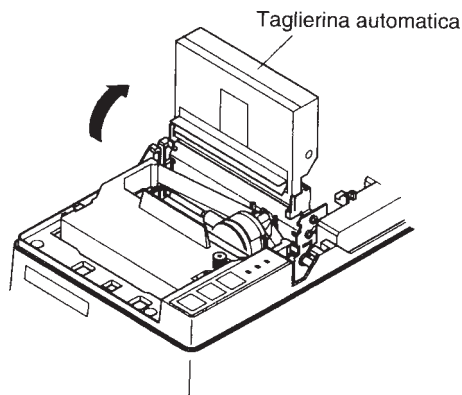

Fig. 2-9 Sollevare la taglierina automatica (SP342)
- ⑥ Sollevare la taglierina automatica e porla in posizione verticale, come mostrato nella Fig. 2-9.